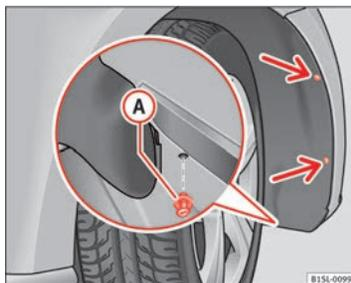

Fig. 146 En el pasarruedas delantero derecho: Extraiga los tornillos de fijación (flechas) y retire el remache expansivo (A).
2. Desatornille 2 tornillos de fijación del guarnecido del pasarruedas ⇒ fig. 146 (flechas) con el destornillador de las herramientas de a bordo ⇒ página 250.
3. Desatornille el remache expansivo en la parte inferior delantera del guarnecido del pasarruedas ⇒ fig. 146 (A) con el destornillador de las herramientas de a bordo y retírelo completamente ⇒ página 250.
11. Coloque el remache expansivo en el guarnecido del pasarruedas y el parachoques y presiónelo hacia dentro completamente ⇒ fig. 146 (A).
12. Atornille fijamente los 2 tornillos de fijación ⇒ fig. 146 (flechas) con un destornillador.